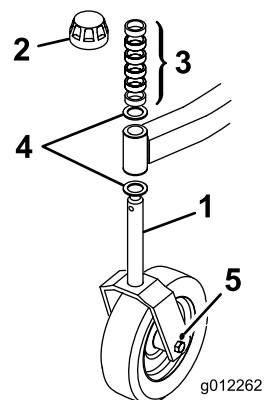
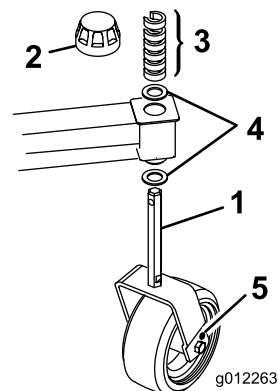

Figure 11
Figure 12
2. Percez les trous de 0,438 pouce de diamètre (Figure 11 & Figure 12) situés de chaque côté des fourches pour les agrandir à 0,50 pouce (1,27 cm) ou 0,516 pouce (1,31 cm) de diamètre.
1. Enlevez le chapeau de tension de l'axe de pivot et sortez l'axe du bras pivotant avant. Enlevez la rondelle de l'axe de pivot. Glissez les entretoises sur l'axe de pivot pour obtenir la hauteur de coupe voulue, puis ajoutez la rondelle (Figure 11).
2. Poussez le pivot de la roue dans l'arbre de pivot avant, montez l'autre rondelle de poussée et les entretoises restantes sur le pivot, puis posez le chapeau de tension pour fixer l'ensemble (Figure 11).
1. Enlevez le chapeau de tension de l'axe de pivot (Figure 12)
2. Retirez ou ajoutez des entretoises en C sur la partie la plus étroite de l'axe de pivot, au-dessous du bras pivotant, pour obtenir la hauteur de coupe voulue (Figure 12). Les rondelles de butée, pas les entretoises, doivent toucher le haut et le bas du bras pivotant.
3. Fixez l'ensemble avec le chapeau de tension (Figure 12).